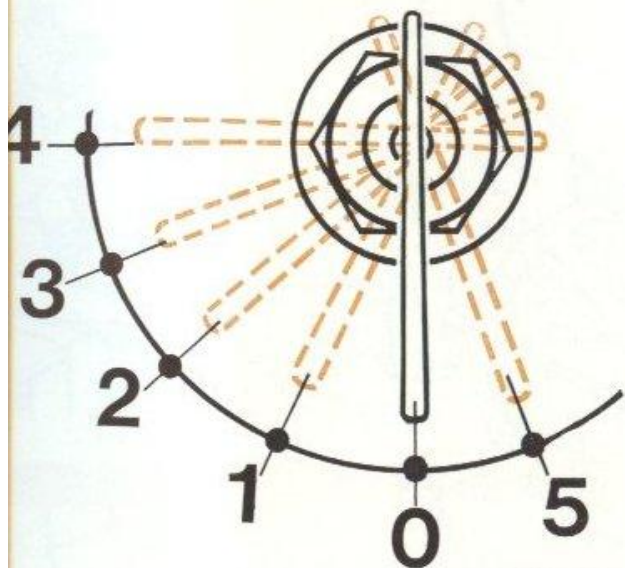

FIG. 5
L'ampoule située dans le hublot (2) éclaire le tableau de bord et permet de s'assurer que les projecteurs sont allumés lorsque le contacteur général est en position 2-3-4 ou 5 (voir Fig. 5).
Placé en haut et à droite du tableau de bord, le voyant rouge, marqué « PRESS », s'allume dès que la clé du contacteur général est amenée dans la position « 1 » (voir Fig. 5).
Placé en haut et à gauche du tableau de bord, cet indicateur lumineux permet de contrôler le comportement de l'alternateur, du régulateur de tension et du térupteur. Le voyant s'allume à l'arrêt dès que la clé du contacteur général (voir Fig. 5) est au premier cran. Moteur en marche, il s'éteint immédiatement et ne doit s'éclairer pour aucun régime du moteur.